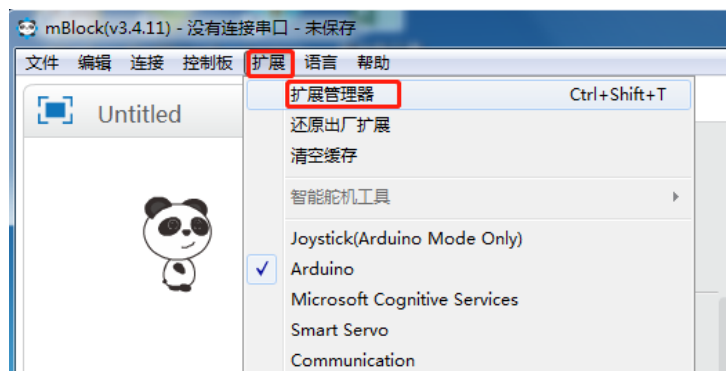

图 2-1
- 2) 打开 mBlock 软件,点击“扩展→扩展管理器”,如图 2-1;